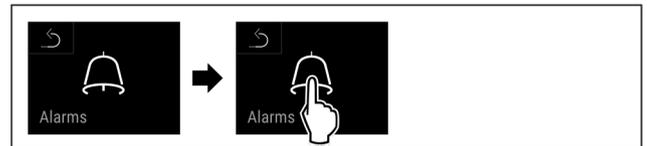

Fig. 154
- u Handlungsschritte (siehe Fig. 154) durchführen.